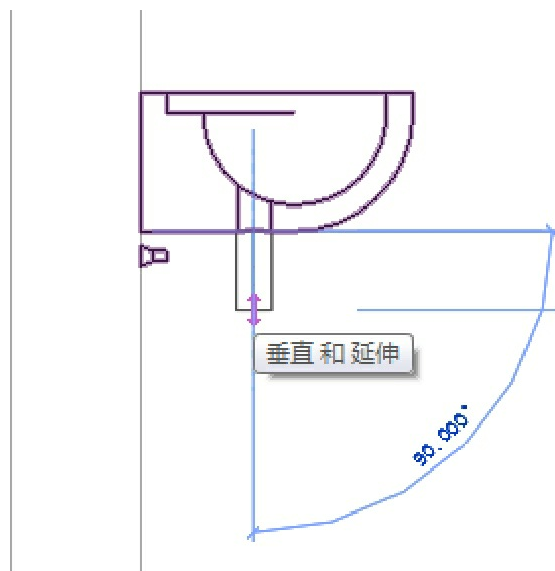

图3-113
(2) 接下来在洗脸盆下绘制一小段管道，如图3-113所示。